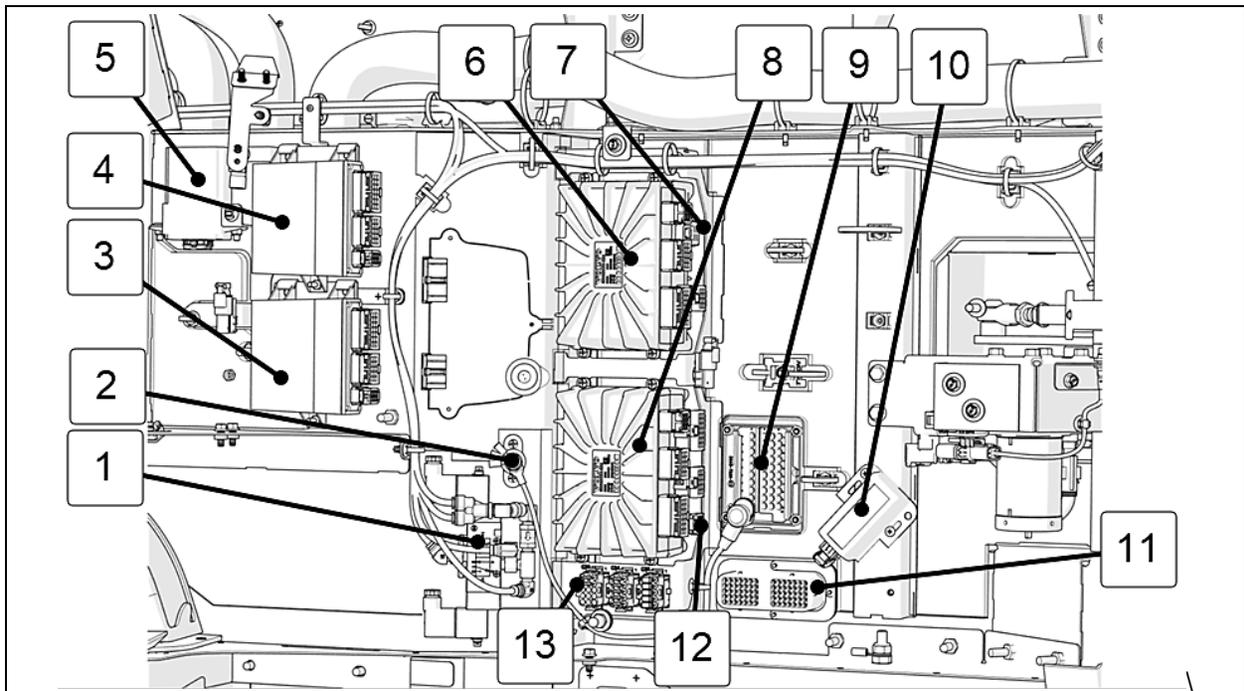

FIGURE 6: PANNEAU DE COMMANDE ÉLECTRIQUE DU TABLEAU DE BORD
AE47 (item 12 Figure 6) est situé derrière AE48 (item 8 Figure 6)